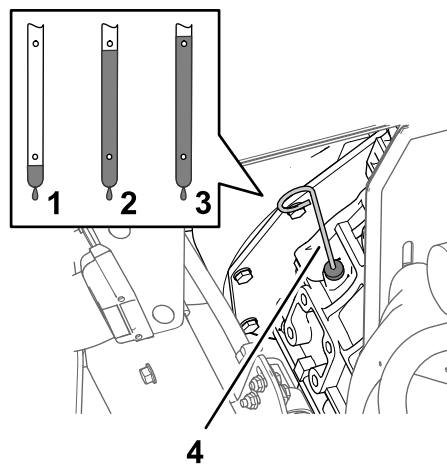

Figure 74
6. Sortez la jauge et vérifiez le niveau d'huile dans le carter moteur (Figure 74).
7. Faites l'appoint d'huile spécifiée avec précaution pour faire monter le niveau jusqu'au repère maximum sur la jauge (Figure 74).